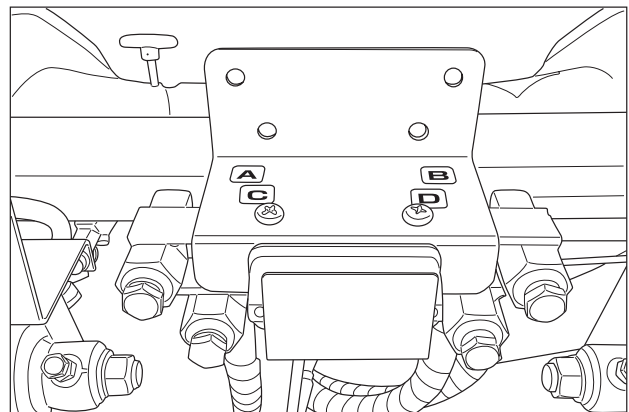

ABB. 102
**ABB. 102:** Externe Kupplungen befinden sich am Heck des Traktors über dem Dreipunkt-Anbaugerät oder unter der rechten Trittfläche (abhängig vom installierten Kit). Die Abbildung zeigt die hintere Position.